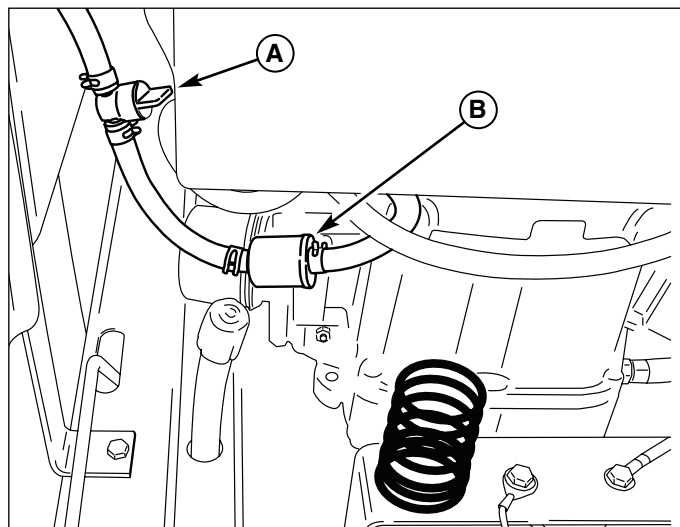

Figure 18. Remplacement de la filtre à carburant (Vue vers l'arrière à partir du compartiment de batterie)
1. Coupez le robinet de carburant (A, Figure 18).
4. En utilisant des pinces, ouvrez et faites glisser les colliers de tuyau du filtre à carburant (B, Figure 18).